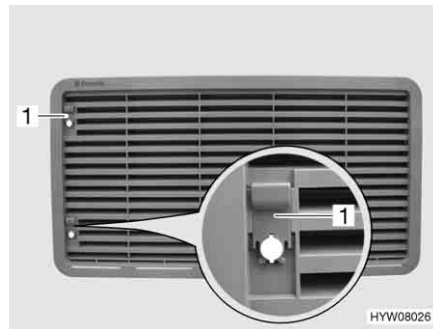
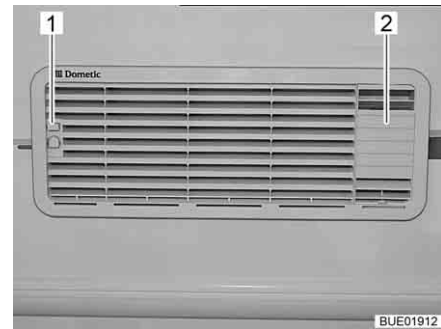

Fig. 171 Grille d'aération du réfrigérateur (avec curseur)
Fig. 172 Grille d'aération du réfrigérateur (avec insert pour l'échappement des gaz)
- Suivant l'exécution, pousser le curseur (Fig. 171,1 ou Fig. 172,1) vers le haut.
- Désenclencher l'insert pour l'échappement des gaz (Fig. 172,2) en haut et l'enlever.